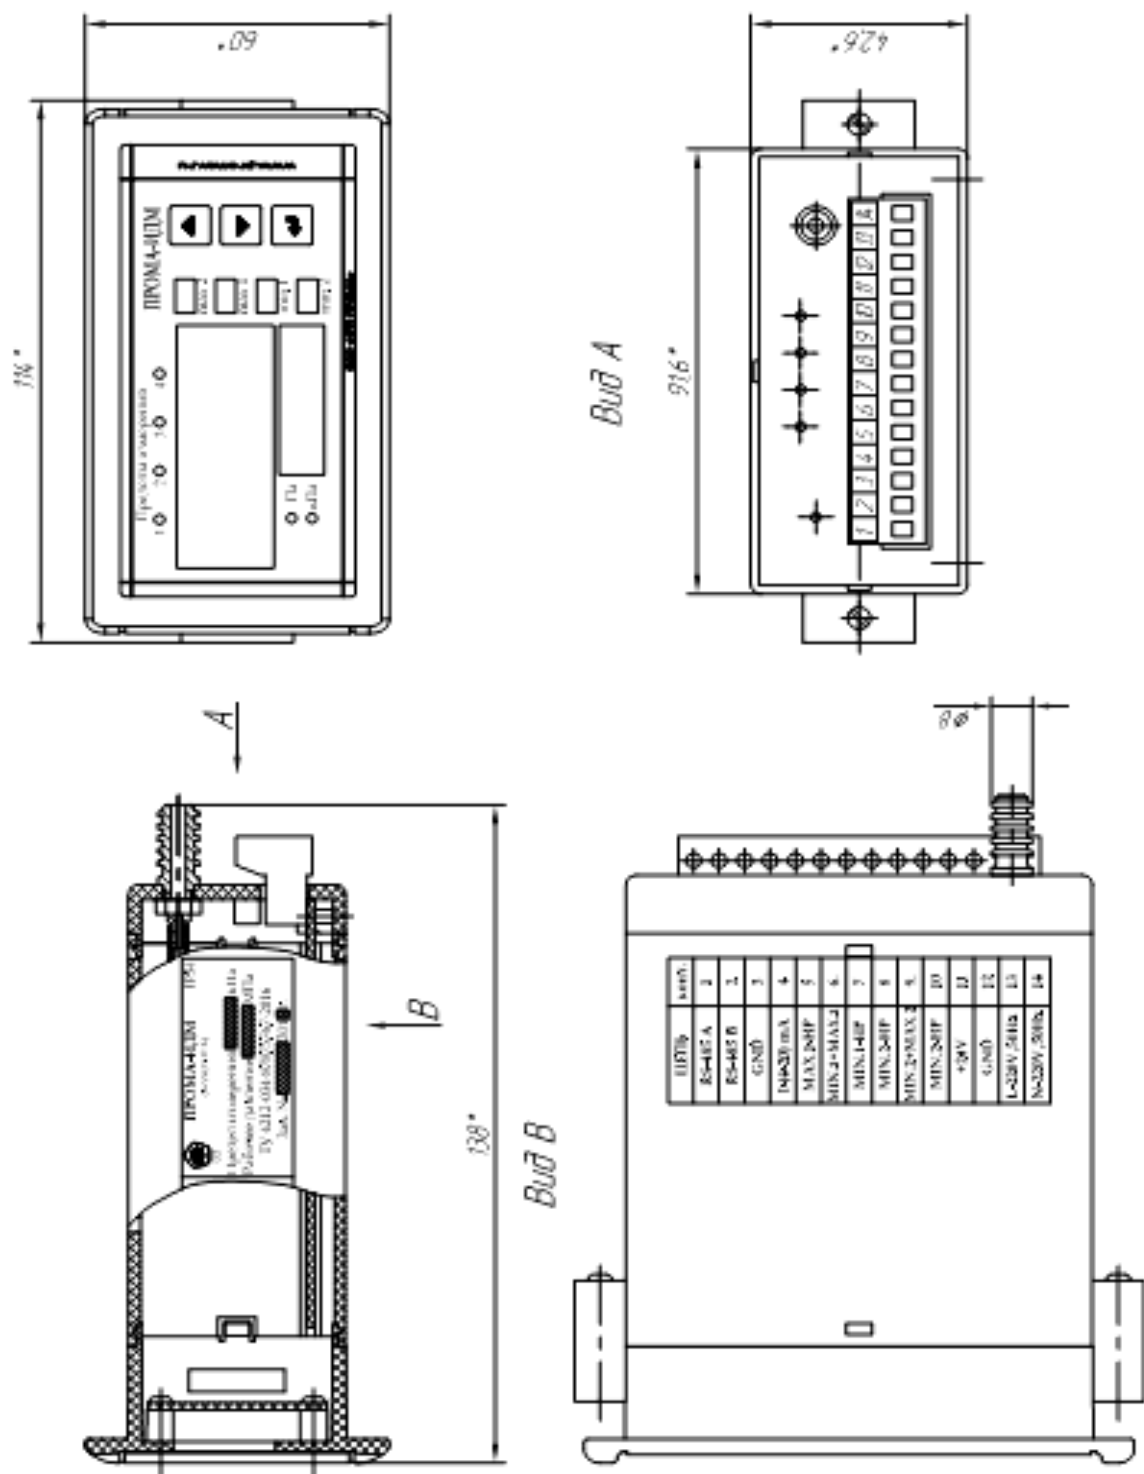

Рис. 1.1. Измеритель ПромА-ИДМ-ДИ, ДВ, ДИВ Щитовое исполнение.
- Рис. 1.1. Измеритель Прома-ИДМ-ДИ, ДВ, ДИВ Щитовое исполнение. Габаритный чертеж.